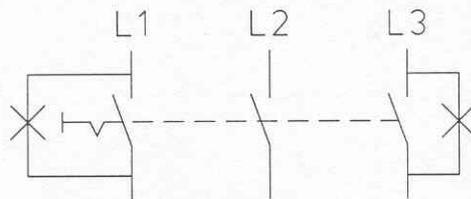

Figura 5. Detalle de la conexión de las lámparas para la sincronización
- Se debe incluir en el esquema de conexión la sonda de efecto Hall tanto para tensión como para corriente. Asimismo la conexión de las bombillas se detalla en la figura 5.